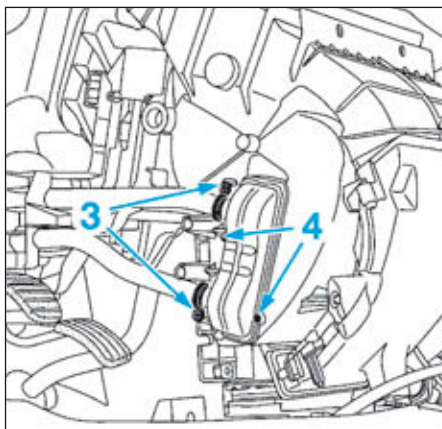

FIG.27
- Déposer (Fig.27) :
- les vis (3) des colliers des tuyaux du radiateur de chauffage,
- les vis (4) du radiateur de chauffage.